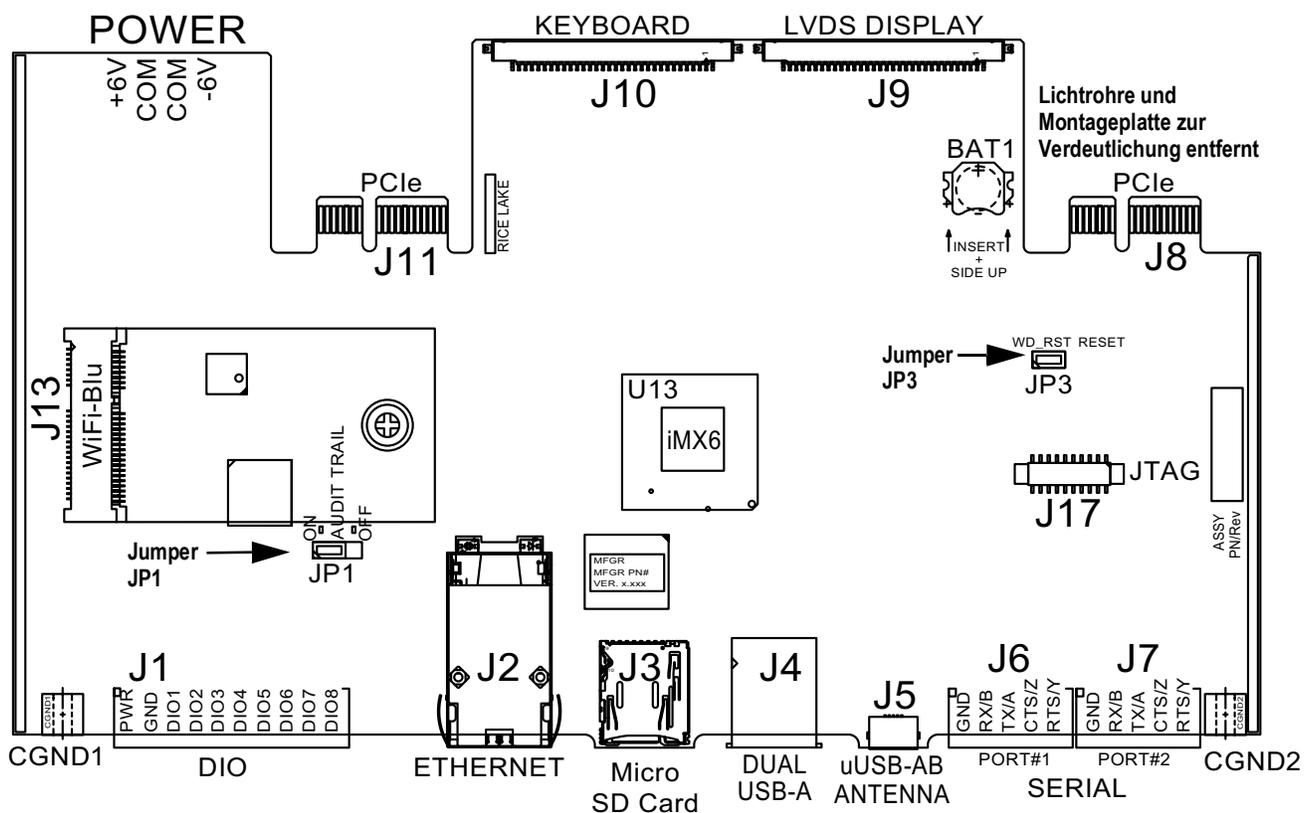

Abbildung 3-3. Jumper-Positionen
**ANMERKUNG:** Für den Zugriff auf die Konfiguration über das vordere Bedienfeld (durch Drücken der Taste auf dem Touchscreen) muss sich der Jumper JP1 in der Ein-Position (links) befinden. Um den Zugriff auf die Konfiguration über das Bedienfeld einzuschränken, muss sich JP1 in der Aus-Position (rechts) befinden, sodass der Zugang nur über den Setup-Schalter möglich ist, siehe Abbildung 3-3 auf Seite 53.